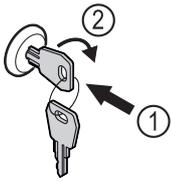

Fig. 172
- Inserire la chiave Fig. 172 (1).
- Ruotare la chiave di 90° in senso orario Fig. 172 (2).